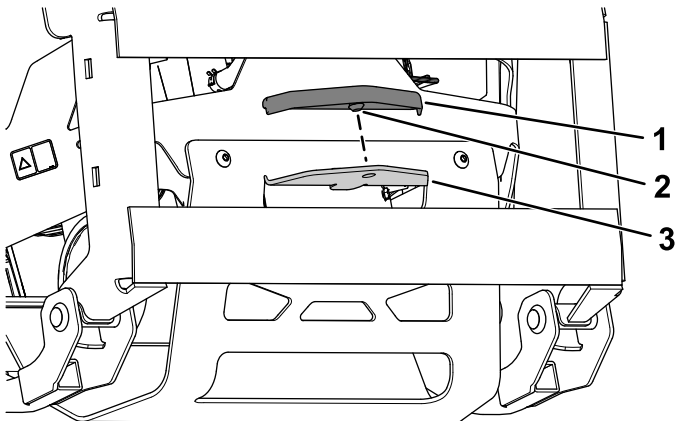

Figura 18
2. Alinee la tapa del enganche sobre el enganche y presione para encajarla (Figura 18).